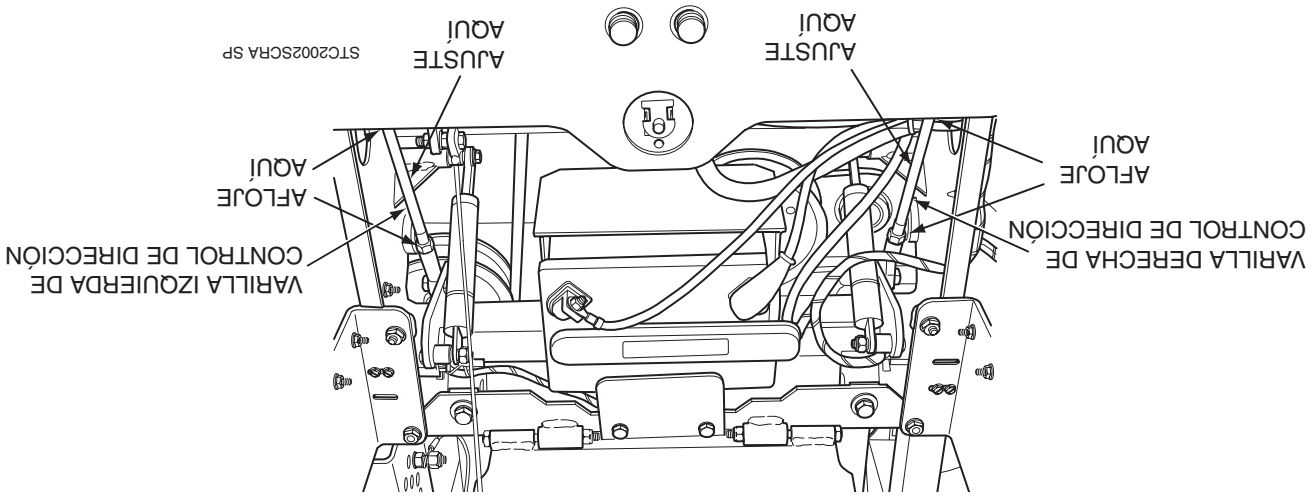

Figura 6-3. Ajuste de varillas de control de dirección
A. Detenga la máquina y coloque las palancas de control de dirección en la posición neutral. Afloje las tuercas de bloqueo que aseguran las juntas de rótula en cada extremo de la varilla de control de dirección del lado izquierdo. Gire la varilla de control para acortar la varilla y apriete las tuercas de bloqueo. Esto causará que la varilla de control golpee menos la bomba del lado izquierdo, disminuyendo la velocidad de la rueda de dicho lado. (Vea la Figura 6-3).
Afloje las tuercas de bloqueo que aseguran las juntas de rótula en cada extremo de la varilla de control de dirección del lado derecho. Gire la varilla de control para acortar la varilla y apriete las tuercas de bloqueo. Esto causará que la varilla de control golpee menos la bomba del lado derecho, disminuyendo la velocidad de la rueda del lado derecho. (Vea la Figura 6-3).
4. Ajuste la rueda izquierda aflojando las contratueras en la varilla de control de dirección y gire la varilla hasta que la rueda motriz gire hacia adelante. Gire la varilla en sentido contrario hasta que la rueda motriz deje de moverse. Gire la varilla 1/2 vuelta adicional hacia atrás. (Vea la Figura 6-3).